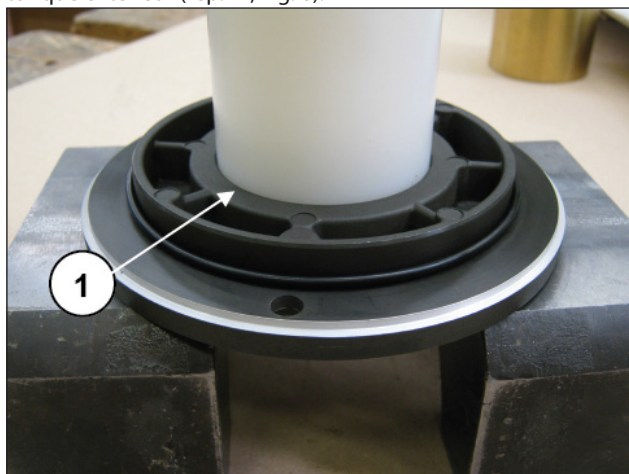
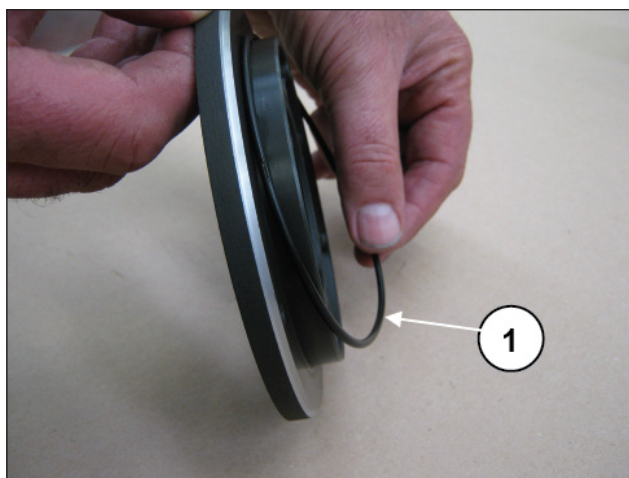

Fig. 5
Fig. 6
Extraire le joint d'étanchéité radial (rep. ①, Fig. 5) et le joint torique extérieur (rep. ①, Fig. 6).